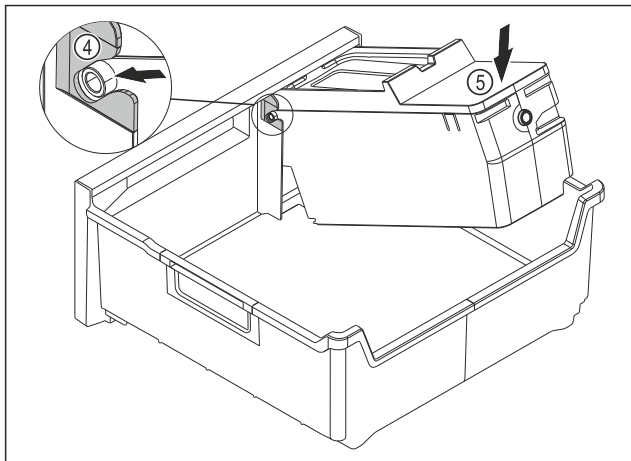

Fig. 140
- ▶ Izvadite tijelo sustava EasyTwist-Ice: Umetnite osovine tijela sustava EasyTwist-Ice u vodilice Fig. 140 (4).
- ▶ Pritisnite tijelo sustava EasyTwist-Ice Fig. 140 (5) otraga prema dolje.